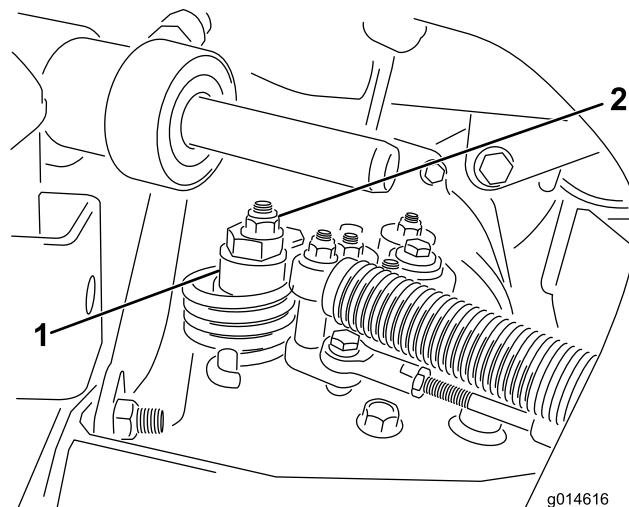

Figura 46
- Afloje la tuerca que sujeta el excéntrico a la parte superior del hidrostato (Figura 46).
- Gire el excéntrico hasta que no haya movimiento en ningún sentido. Cuando la rueda deje de girar, apriete la tuerca para bloquear el excéntrico y el ajuste (Figura 46). Compruebe el ajuste con el acelerador en las posiciones LENTO y RÁPIDO.